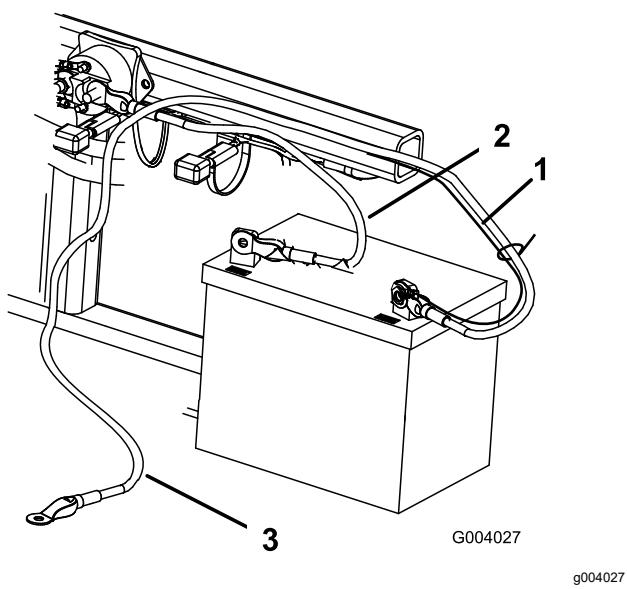

Figure 6
2. Fixez le câble positif (rouge) à la borne positive (+) avec un boulon (1/4" x 5/8") et un contre-écrou (Figure 6).
3. Fixez le petit câble noir et le câble négatif (noir) à la borne négative (-) de la batterie avec un boulon (1/4" x 5/8") et un contre-écrou (1/4") (Figure 6).